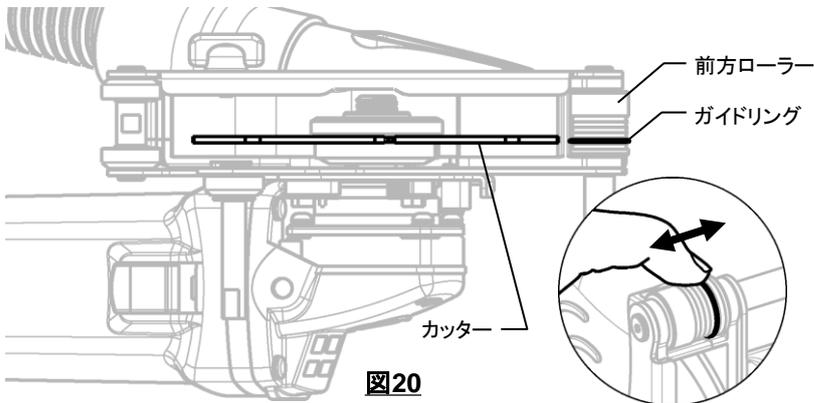

図20
13. [a] 本体の、前方ローラー上のガイドリングをカッターの進行方向位置に合わせれば、切断位置の目安になります。(図20)